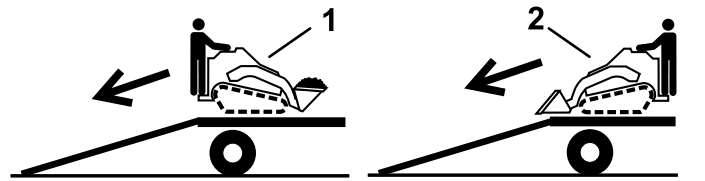

Figure 35
2. Descendez la machine de la remorque en gardant le côté le plus lourd en haut de la rampe et en maintenant la charge en bas (Figure 35).